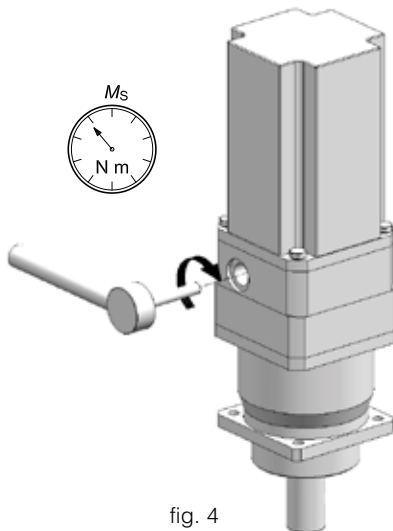

fig. 4
- serrare la vite della bussola di bloccaggio con chiave dinamometrica, fino al raggiungimento del momento di serraggio M_s indicato in tabella (ved. fig. 4);
- tighten the screws of locking bush with dynamometric wrench until the tightening torque M_s given in the table is reached (see fig. 4);